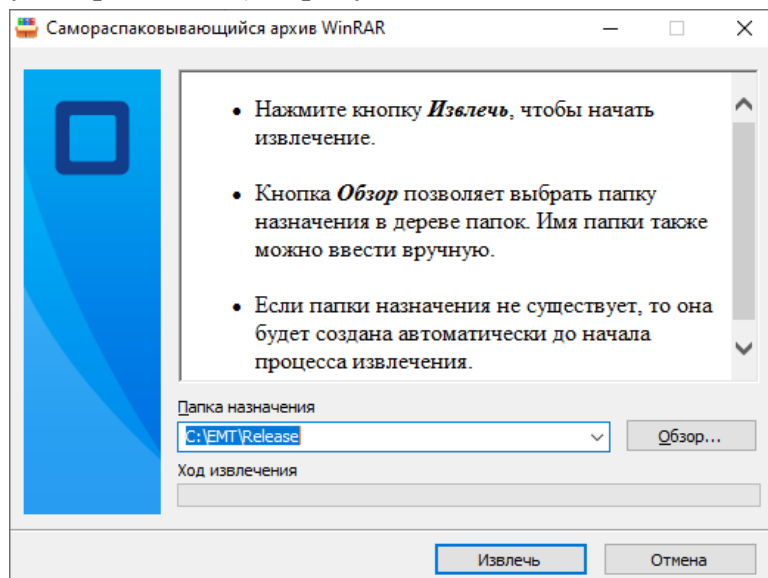

Рисунок 1 – Вид окна самораспаковывающегося архива
- 2) в поле «Папка назначения» выбрать путь расположения на ПК, по которому будет установлен ПО «Эмулятор ТПТС» (см. рисунок 1);